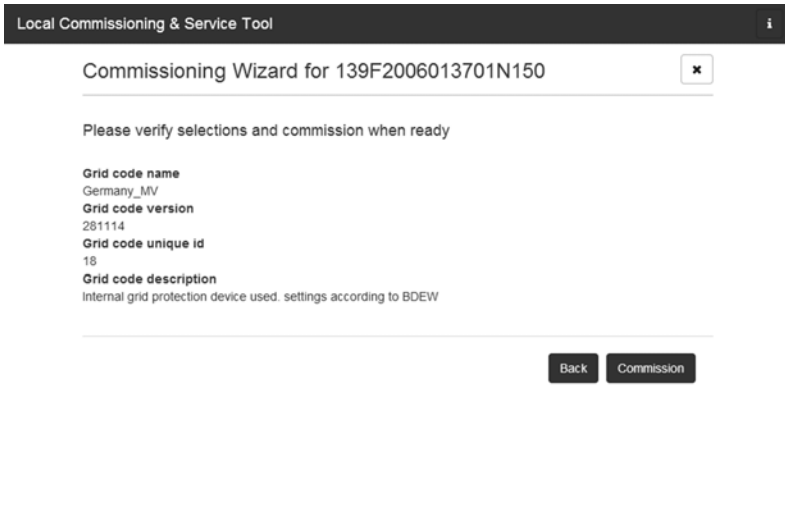

Figure 13: LCS-Tool - Vérification du pays et du code réseau
9. Le LCS-Tool invite à confirmer le pays et le code réseau sélectionnés (voir figure 13). Une configuration incorrecte peut être modifiée à l'aide du bouton **[Back]** et en changeant les réglages dans les fenêtres précédentes.